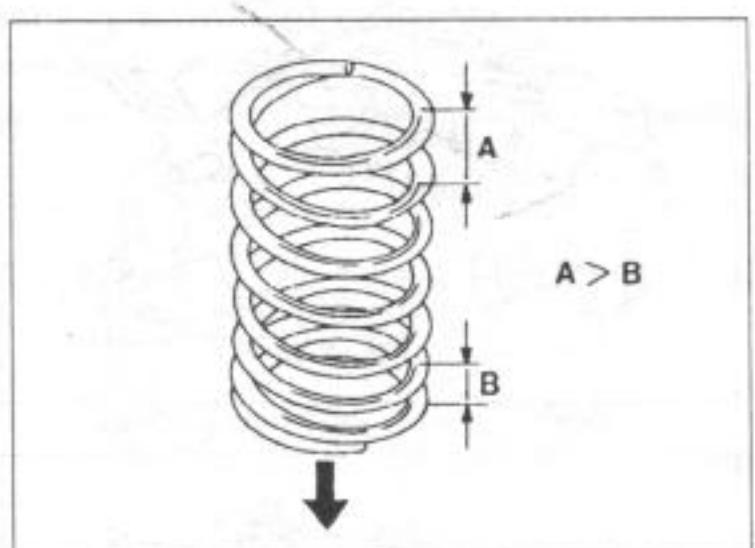

Рис. 60.
- Седла пружин клапанов и пружины клапанов установить на головку блока цилиндров (на соответствующие клапаны, если применяются те же самые пружины). Если были применены компенсационные шайбы для компенсации длины клапанов, они должны входить в седла пружин клапанов. Пружины с одного конца имеют меньшую навивку. Эта сторона входит в головку блока цилиндров. На рис. 60 показана пружина клапана. У DOHC-двигателя две пружины на каждый клапан.